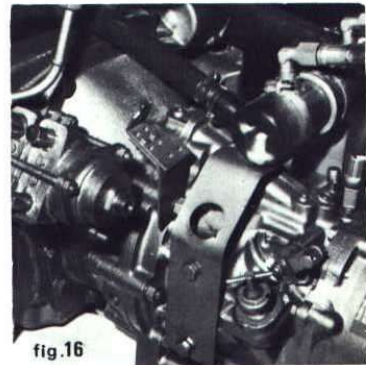

fig. 16
— Sortir le bouchon jauge de remplissage (1) [fig. 16] et le remettre en place sans le revisser pour vérifier le niveau d'huile qui doit se situer entre les deux repères de la jauge ;